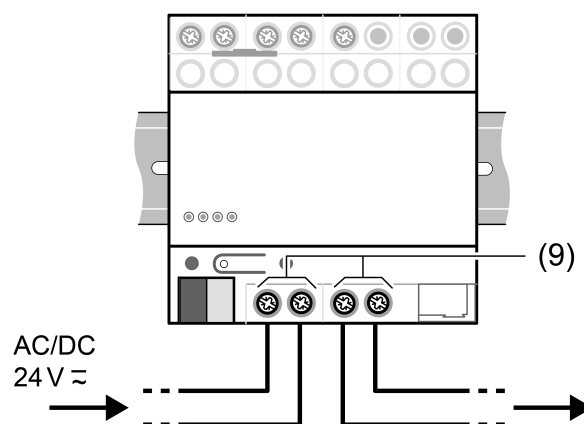

Bild 6
Die beiden Klemmenpaare (9) können zum Durchschleifen der externen Spannungsversorgung genutzt werden (Bild 6).